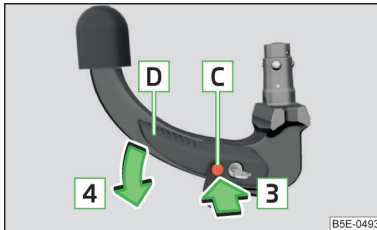

Abb. 299
- Den Auslösebolzen **C** in Pfeilrichtung **3** bis zum Anschlag hineindrücken und gleichzeitig den Bedienungshebel **D** in Pfeilrichtung **4** bis zum Anschlag drücken » Abb. 299.